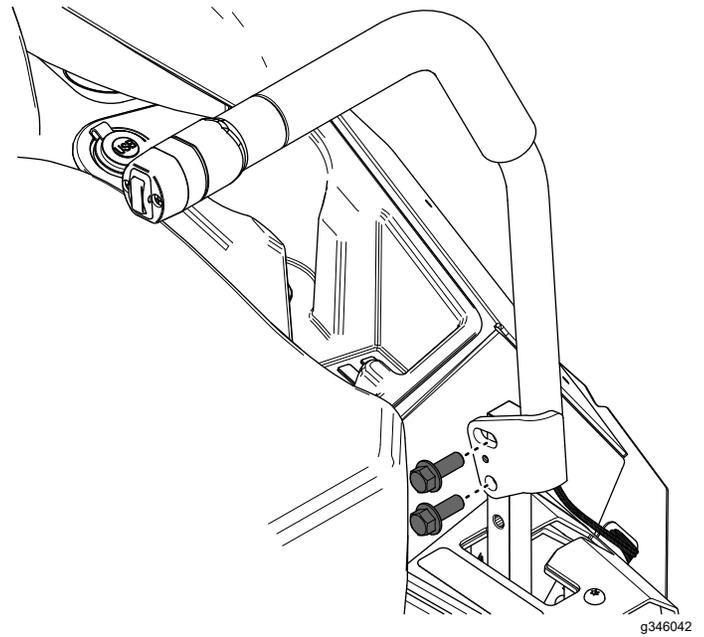

Figure 7
- Fixez le nouveau levier de commande de déplacement gauche à l'aide des 2 boulons à embase ( $\frac{3}{8}$ " x 1") retirés précédemment, comme à la Figure 7.